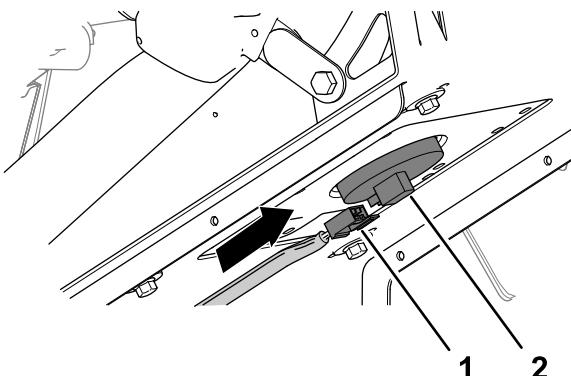

Figura 223
6. Collegate il connettore a 2 prese del cablaggio preassemblato della macchina al connettore per l'interruttore del sedile fino a quando i connettori non si fissano saldamente (Figura 223).